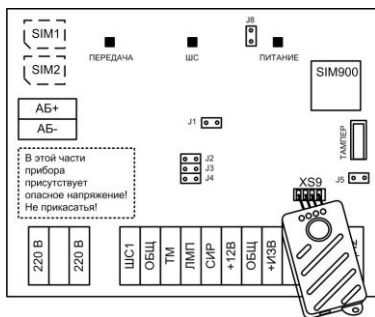

Рис.16
2. Вставьте вилку программатора в разъем XS9 платы прибора, соблюдая полярность (светодиоды и кнопка программатора направлены вверх, см. рис.16).